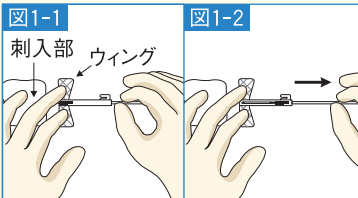

図1-1
- 1) 穿刺状態のまま刺入部とウイングを動かさないように片手で固定し、もう一方の手でチューブを握ります（図1-1）。